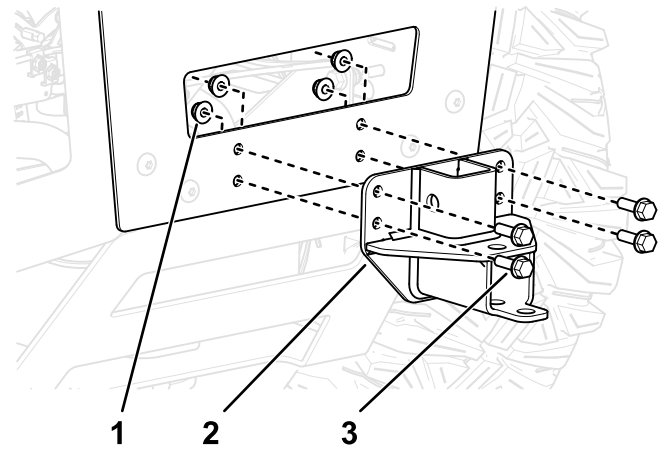

**Figure 6**
2. Retirez les 2 boulons, les 2 écrous et le support d'attelage existants au bas de la protection (Figure 6).